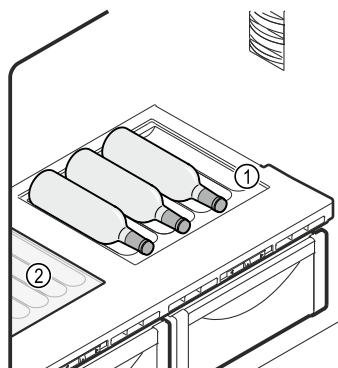

Fig. 57 Ilustratīvs attēlojums
- ▶ Paceliet viena stikla plaukta vai abu stikla plauktu (1) priekšpusi aiz padziļinājuma un izņemiet ārā.
- ▶ Ievietojiet stikla plauktu Fig. 57 (2) zem maināmās pudeļu novietnes.